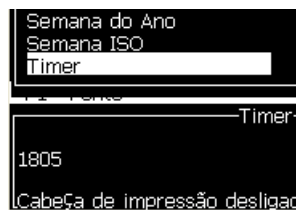

Figura 5-44: Campo de usuário temporizador
- 6 Pressione a tecla *F2* para abrir a opção *Selecionar campo de usuário* e selecionar a opção *Temporizador*. É possível visualizar o formato definido anteriormente na janela de visualização em Figura 5-44.